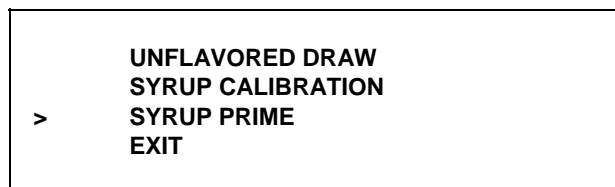

Figura 34
22. Pressione o símbolo AUTOMÁTICO  ou SABOR OPCIONAL  para movimentar a seta até SYRUP PRIME (ABASTECER XAROPE). (Veja a Figura 34.)